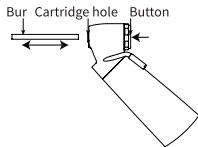
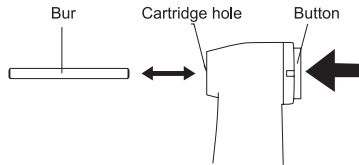

Fig.3
Fig.4
- 2.3.1 Inserte la fresa en el orificio del cartucho, como se muestra en la Fig. 3 o Fig. 4.